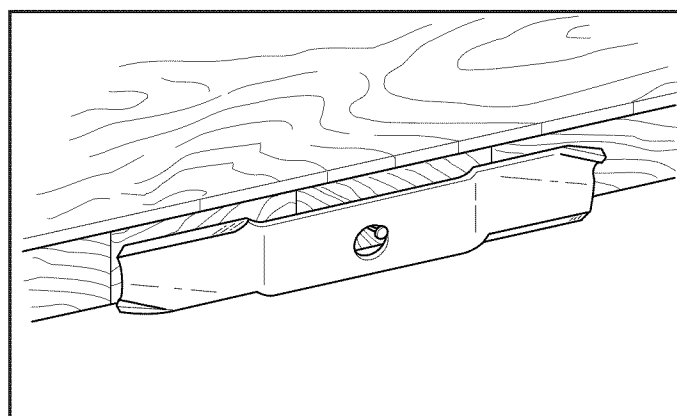

Figura 26
5. Equilibre la hoja como se muestra en la Figura 26. Coloque el agujero central de la cuchilla en un clavo lubricado con una gota de aceite. Una cuchilla equilibrada quedará a nivel.